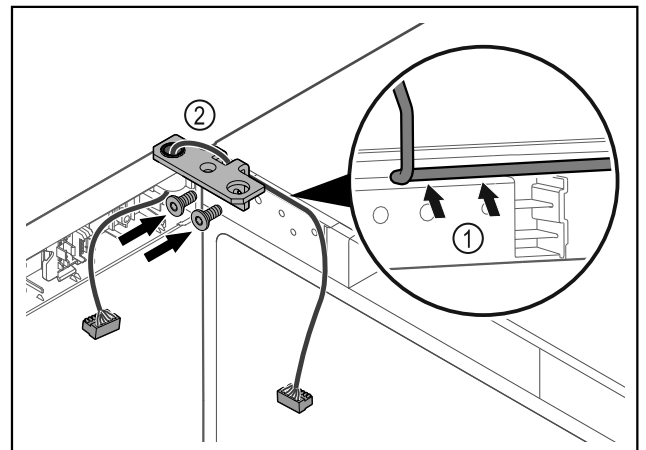

Fig. 63
- Kabel durch die Ausparung des Scharnierwinkels führen und vorsichtig verlegen Fig. 63 (1).
- Scharnierwinkel Fig. 63 (2) anschrauben.